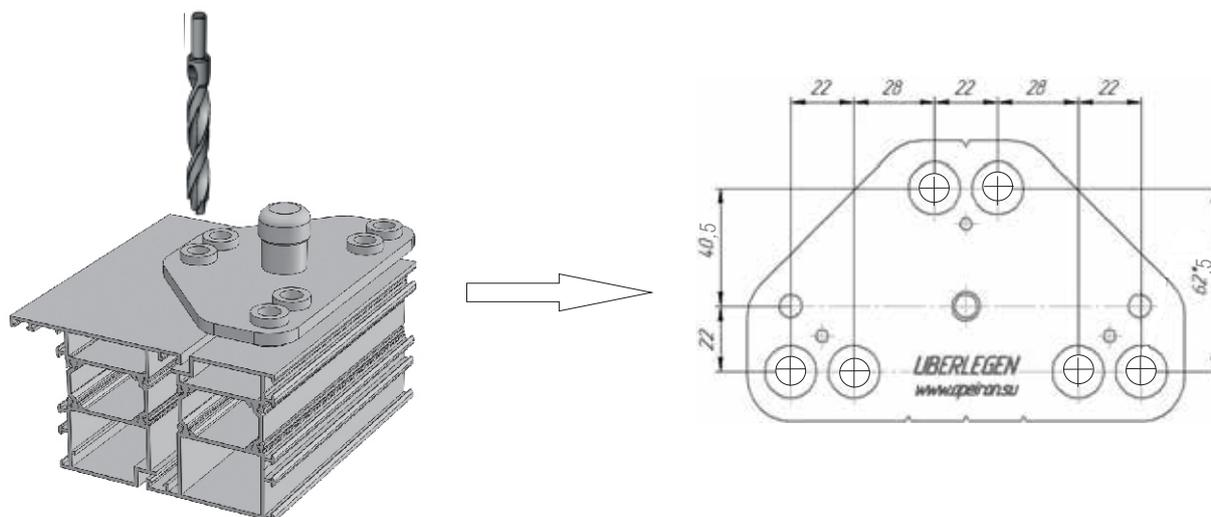

Рис. 3
2. Просверлить отверстия $\varnothing 10$ мм по шаблону* (Рис. 3) в собранной раме и створке двери.